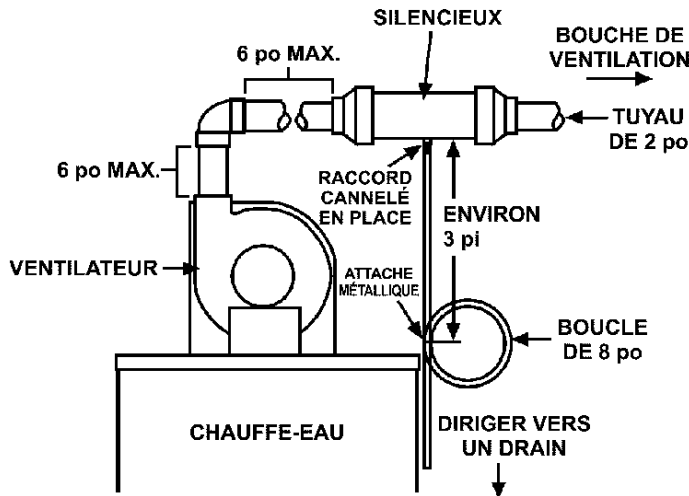

FIGURE 23 – Installation horizontale type
2. Avec de la colle à PVC standard (non fournie), coller le tuyau de sortie du ventilateur en PVC de 2 po au silencieux. Orienter le raccord 1/2 po vers le bas. Il servira à l'évacuation du condensat vers un drain adéquat. Voir l'installation type à la figure 23.